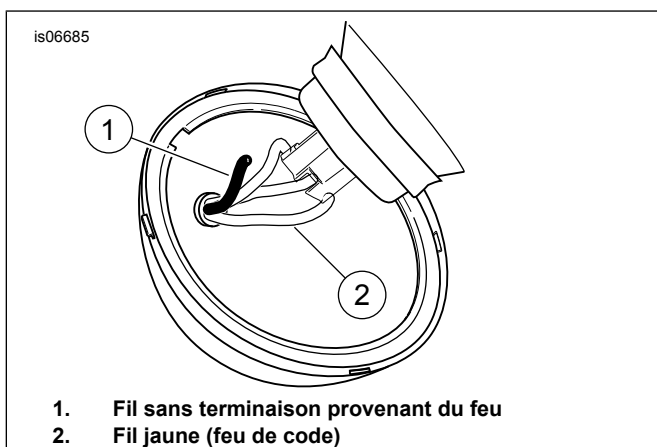

Figure 7. Épisser le fil sans terminaison du commutateur au fil jaune du phare
19. Voir Figure 7. Acheminer le fil sans terminaison (1) du commutateur par l'œillet dans le boîtier du phare. L'épisser sur le fil jaune (feu de code) (2) en utilisant le connecteur électrique Scotchlok® (élément 14) du kit.